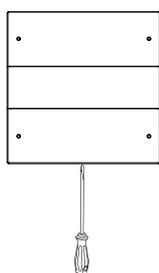

Figure 12 / 图 12
**拆卸面板(见图 12):** 用一字螺丝批插入面板缺口, 撬动面板, 即可取下面板。